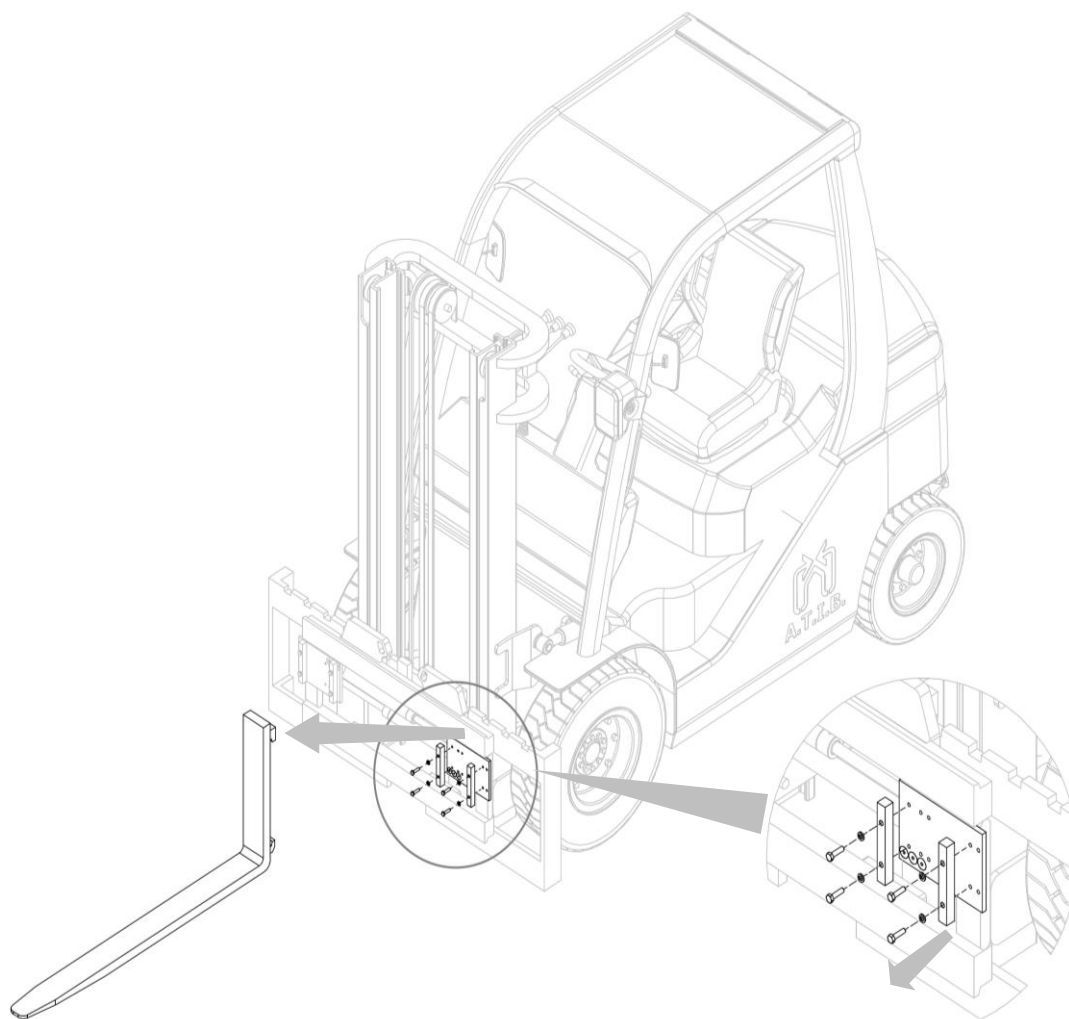

Figura 26
2. Una per volta, rimuovere le forche dopo aver rimosso i fermi forca dei piattelli (vedi *Figura 26*).